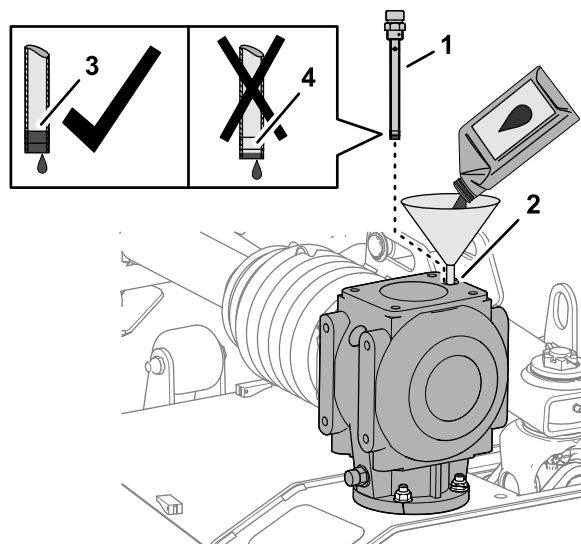

Figura 63
1. Adicione 1064 ml do lubrificante de engrenagens especificado na caixa de velocidades através da porta da vareta (Figura 63).
2. Enrosque a vareta na entrada, retire a vareta e verifique o nível de lubrificante (Figura 63).
4. Enrosque a vareta na porta de enchimento e aperte a vareta (Figura 63).